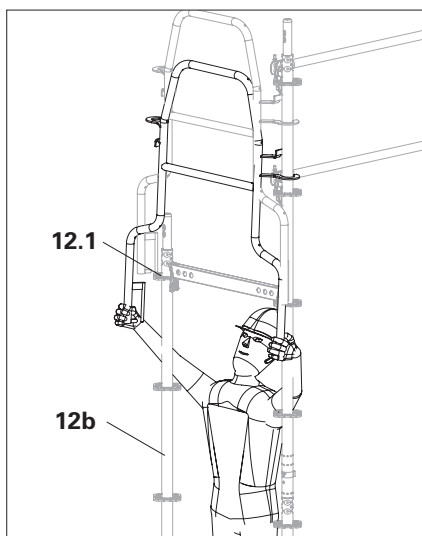

Fig. A5.14c
5. Sollevare il parapetto di chiusura fino a quando i perni di posizionamento (36.1) possono essere inseriti nelle rosette (12.1) dall'alto. (Fig. A5.14c)